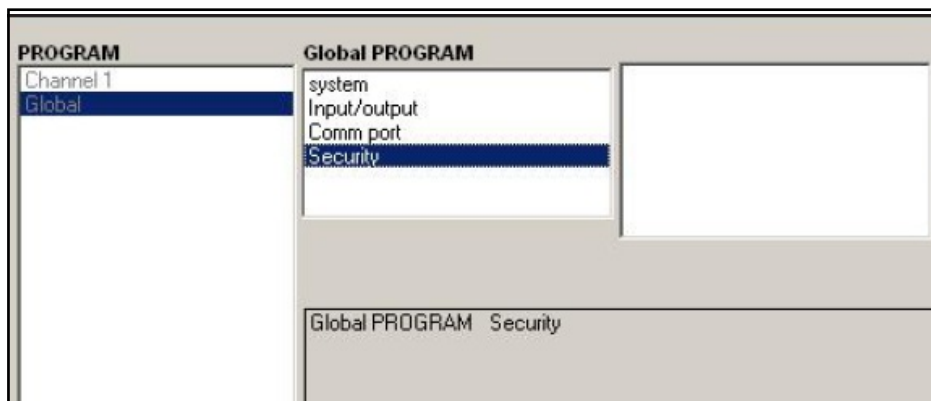

Figura 46: Menu Global com a opção Security (Segurança) destacada
1. No menu *Site Data* (Dados do local), clique duas vezes na entrada Global. Se o sistema estiver desbloqueado, a janela será semelhante à Figura 46 abaixo. Realce e clique duas vezes na opção Security (Segurança) no painel central.